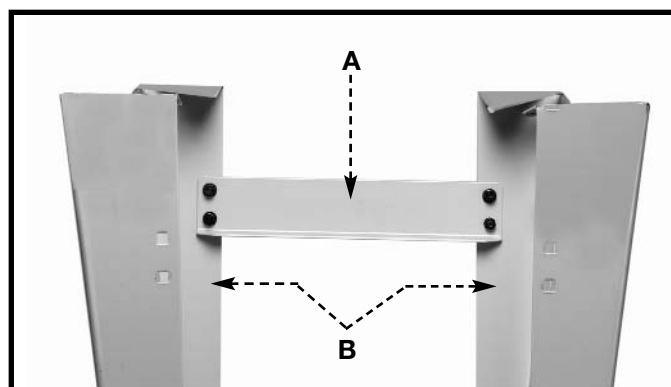

Fig. 14
14. Alinee los cuatro agujeros del refuerzo corto (A) Fig. 14 con los cuatro agujeros de las dos patas (B).